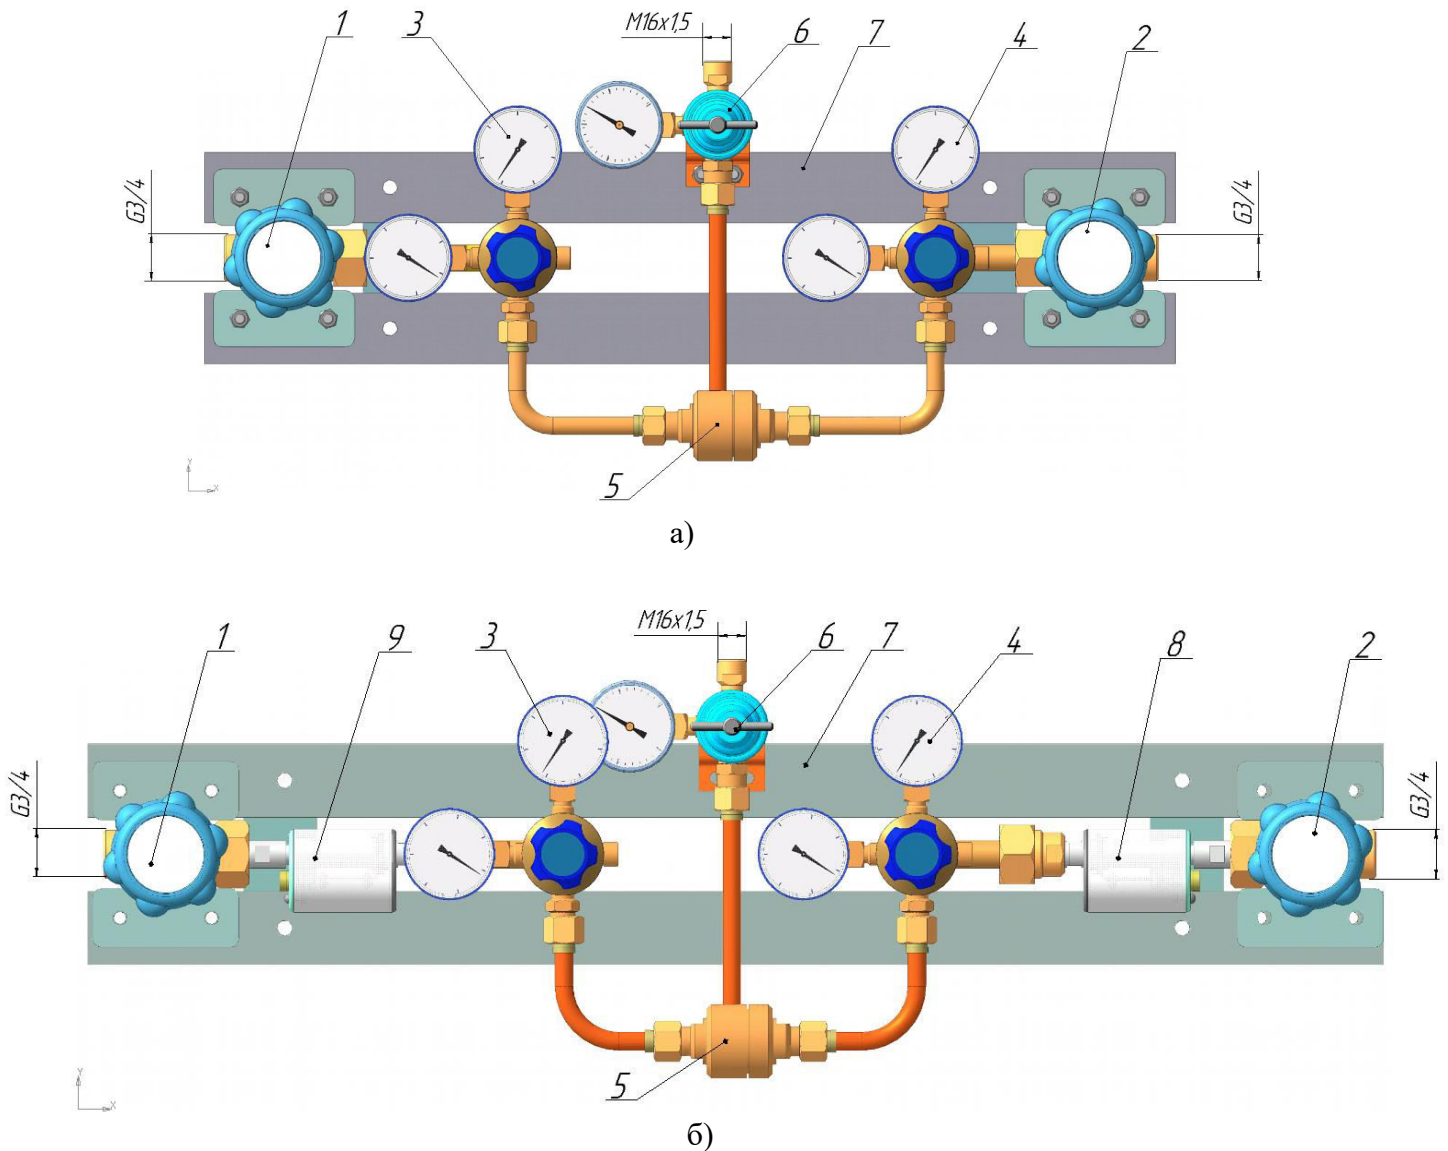

Рис.1 Щит автопереключения плеч перепускных газовых рам.
4.2.1 В зависимости от условий эксплуатации щиты выполняются без подогрева газа (Рис.1а) или с установкой подогревателей газа 8,9, расположенных между запорными клапанами 1,2 и редукторами 3,4 (Рис. 1б).